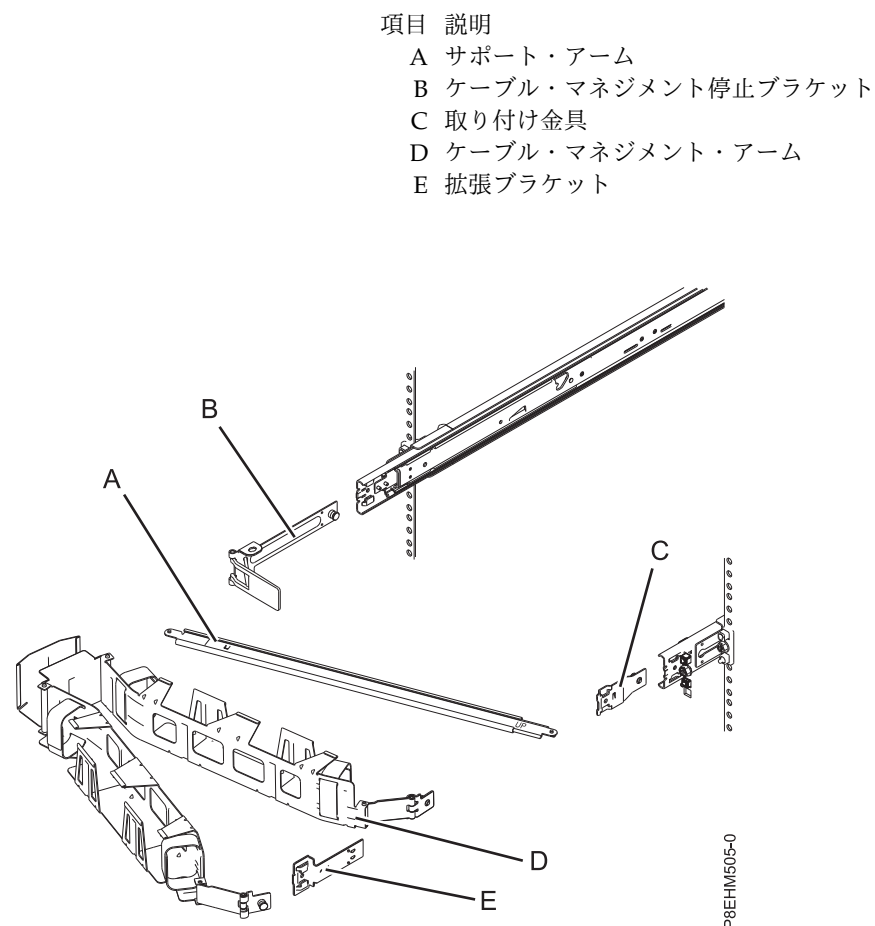

図 9. 組み立て前のケーブル・マネジメント・アームの部品の相対位置
1. 以下の部品が揃っていることを確認します。 図 9 を参照してください。